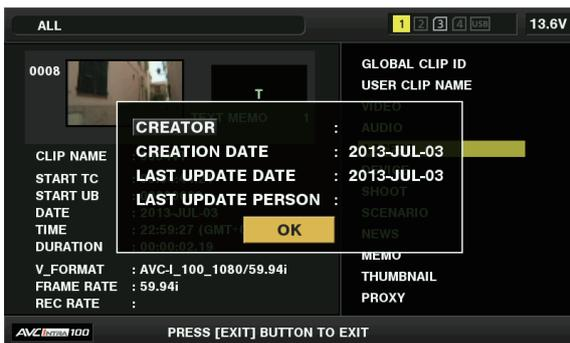

図 1
- 2 修正する項目にカーソルボタンでカーソルを合わせる。（図 1）